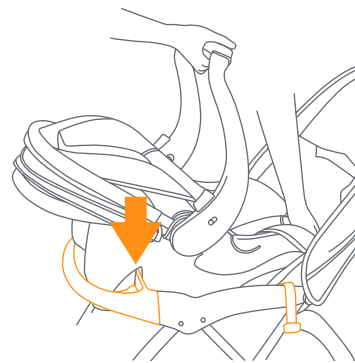

Fig. 15b
- Position the infant car seat so that it faces toward the rear of the stroller. Push the car seat into the front tray until it latches into place (Fig. 15b). The rear of the car seat rests on the support tabs. Put the stroller seat in the most upright position for additional support, See (Fig. 14).
- Ubique la sillita para el automóvil de modo tal que apunte hacia la parte trasera del carrito. Empuje la sillita para el automóvil dentro de la bandeja delantera hasta que se sujete bien (Fig. 15b). La parte trasera de la sillita para el automóvil descansa sobre las lengüetas de apoyo. Coloque el asiento del carrito en la posición más erguida para un apoyo adicional, Vea (Fig. 14).